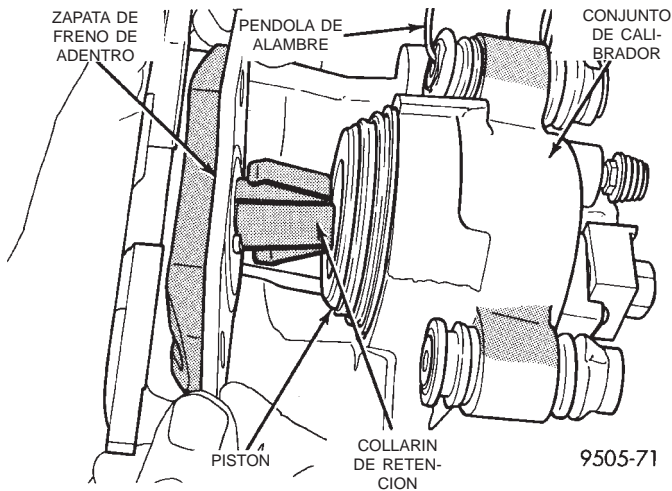

Fig. 65 Desmontaje de la zapata de freno de adentro
(8) Separe del pistón del calibrador la zapata de freno de adentro, hasta que el collarín de retención salga de la cavidad del pistón (Fig. 65).